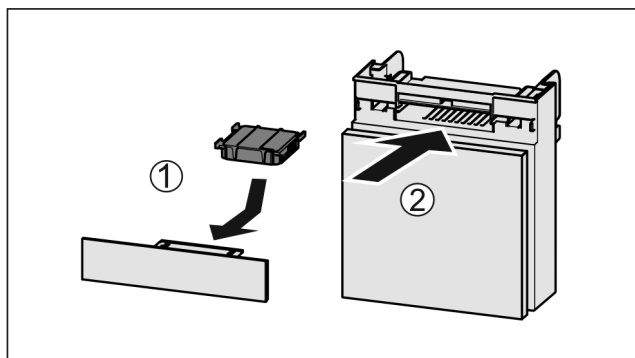

Fig. 112
- Insérer le filtre à charbon actif d'après le schéma Fig. 112 (1).
- Insérer le compartiment Fig. 112 (2).